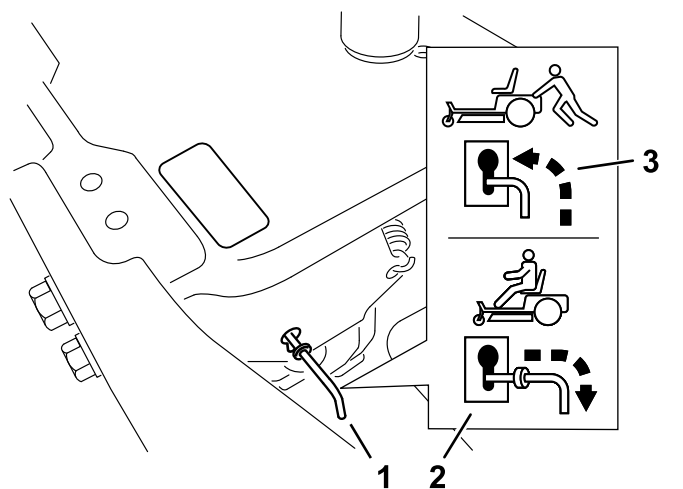

Figura 29
4. Mueva las palancas de desvío hacia delante a través del orificio y hacia abajo para bloquearlas en esa posición (Figura 29).
Mueva las palancas de desvío hacia atrás a través del orificio y hacia abajo para bloquearlas en esa posición, según se muestra en Figura 29.